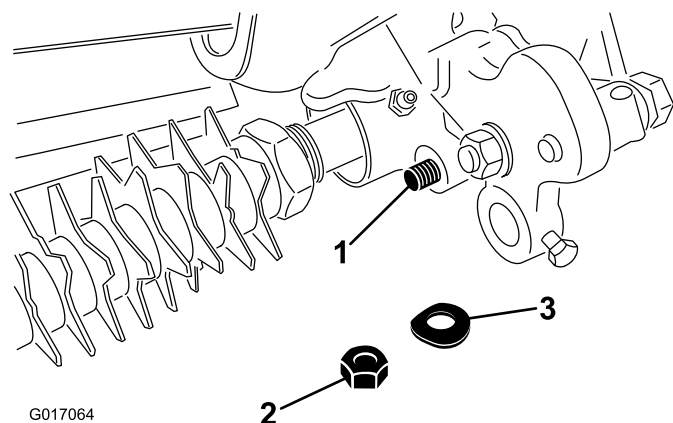

Figura 11
23. Sujete el extremo de la varilla del conjunto del brazo de ajuste al conjunto de transmisión del acondicionador con la arandela Belleville y la contratuerca (Figura 11).
28. Sujete el extremo de la varilla del conjunto del brazo de ajuste al conjunto de transmisión del acondicionador con la arandela Belleville y la contratuerca (Figura 11).